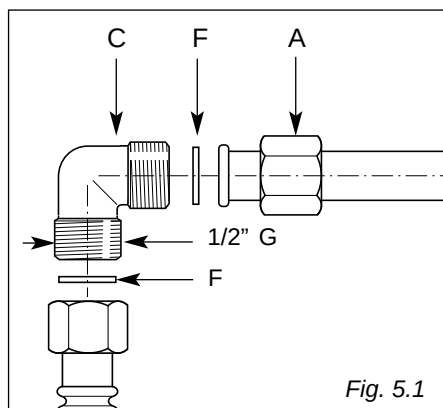

Fig. 5.1
Le groupe raccordement (fig. 5.1) se compose de:
- ✓ Les joints F (fig. 5.1) sont les éléments de garantie de l'étanchéité du branchement au gaz.